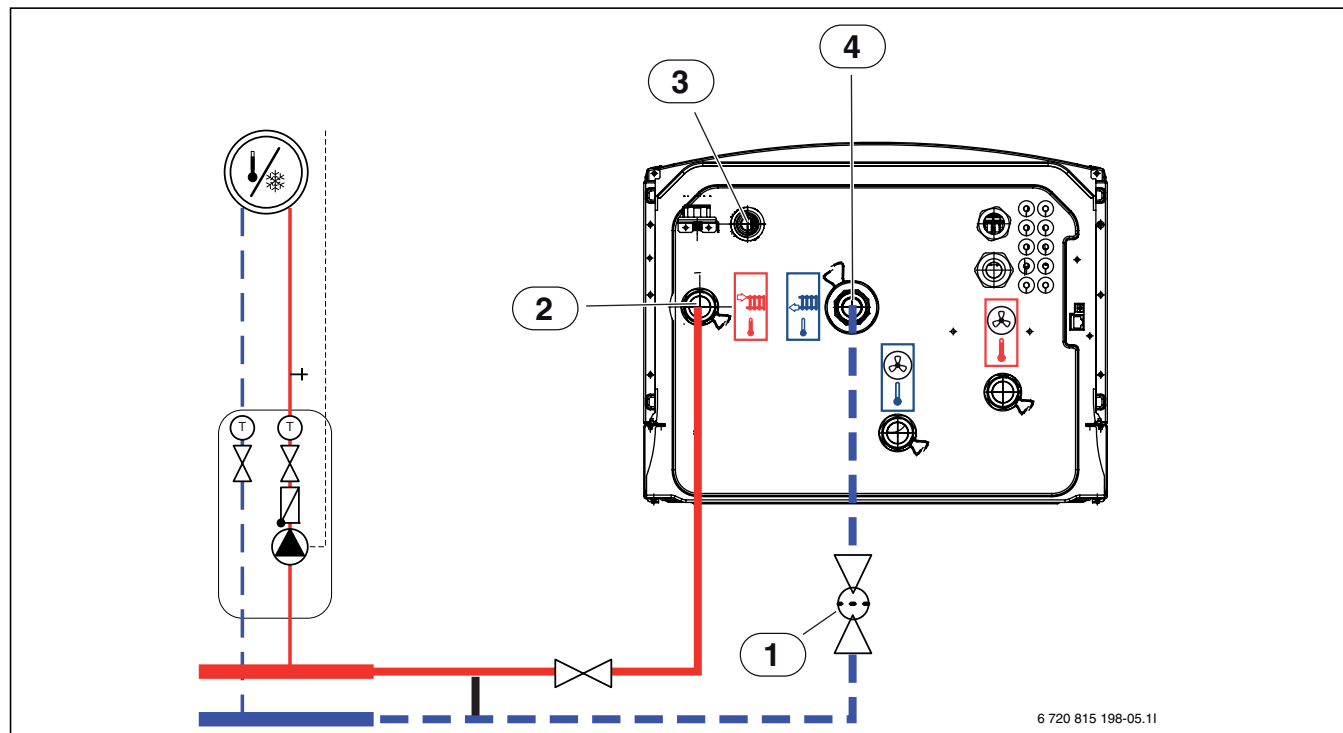

Рис. 34 Подключение внутреннего блока AWE с электрическим нагревателем к тепловому насосу и отопительной системе
- ▶ Проложите слив предохранительного клапана от [3], рис. 34, вниз в незамерзаемый сток.
- ▶ Подключите подающую линию отопительной системы к [4], рис. 34.
- ▶ Подключите подающую линию отопительной системы к [2], рис. 34.